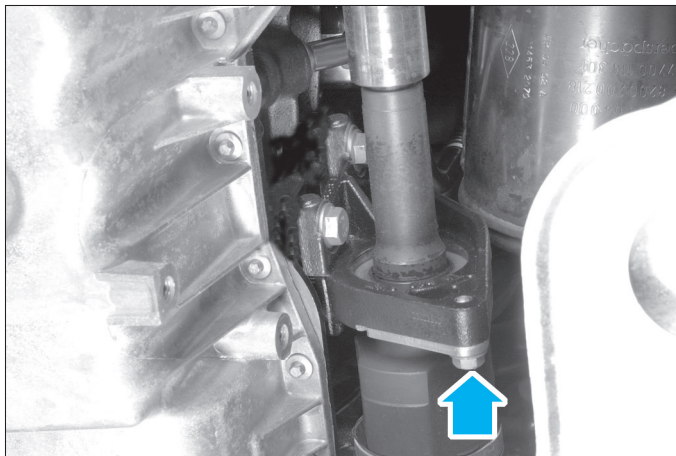

FIG. 1
- Déposer le palier intermédiaire sur le bas moteur (flèche) (2 vis) (fig. 1).